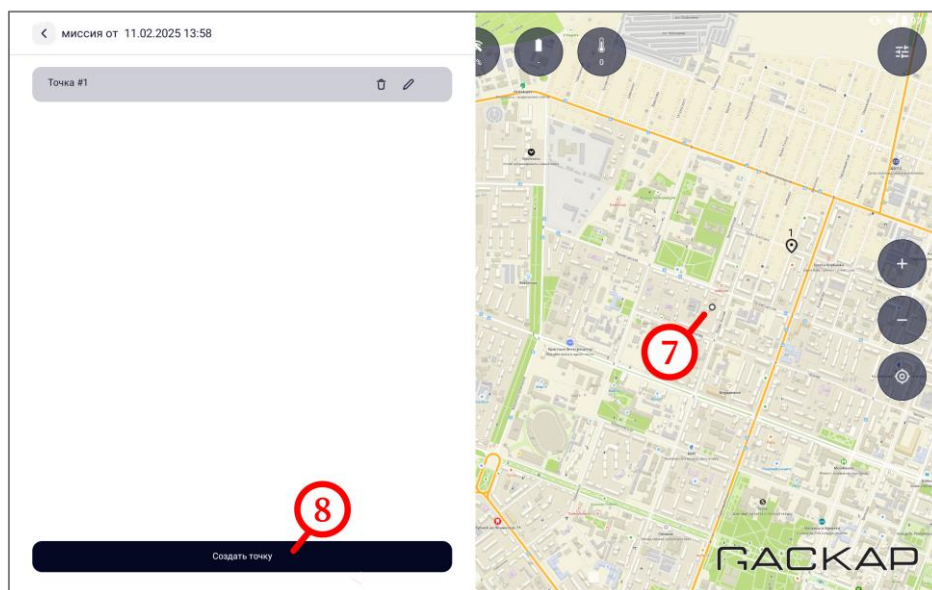

Рисунок 47
- сместить центральную точку таким образом, чтобы она не совпадала с точкой миссии (рисунок 47, шаг 7);
- нажать на кнопку «Создать точку» (рисунок 47, шаг 8);